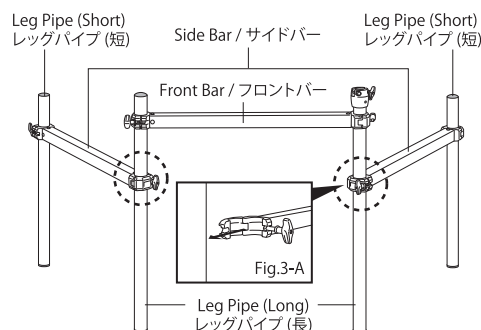

Fig.3
3. Connect the side Rack Extensions to the Front Rack as shown (Fig.3). Set to desired height then check to ensure front and side Rack Bars are level.
1.で仮組みしたレッグパイプ (長) に、2.で仮組みしたサイドバーの使用していないクランプ部を固定します (Fig.3-A)。その時、サイドバーが床に対して水平になるように位置を調整してください。反対側のサイドバーも同じようにセッティングしてください (Fig.3)。